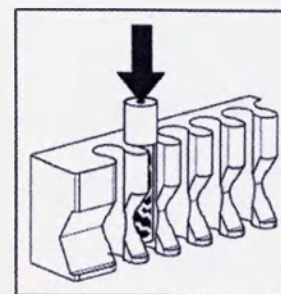

Рисунок 3
5. Толкните активированный индикатор вниз так, чтобы он установился в металлический нагревательный блок (см. рисунок 3). Удостоверьтесь в том, что крышка находится над металлическим блоком. См. дополнительные указания по применению, в том числе рекомендации по интерпретации результатов и использованию контролей, в инструкции по применению биологического индикатора Attest 1264.